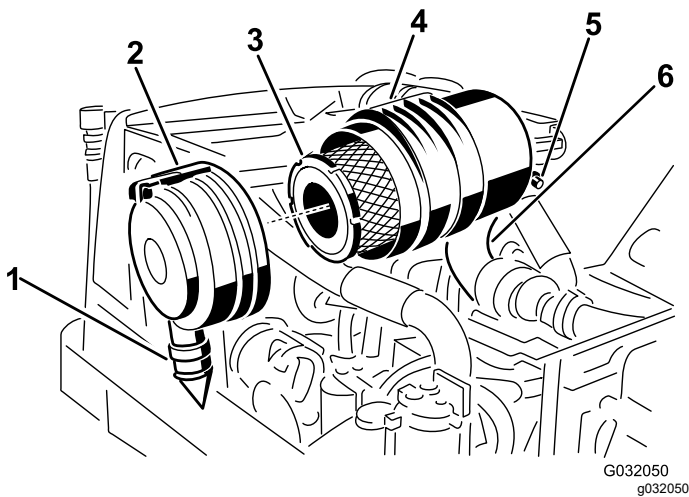

Bild 50
2. Entfernen Sie den Hauptfilter (Bild 50).
3. Wechseln Sie den Hauptfilter aus (Bild 50).
7. Setzen Sie die Abdeckung ein, richten das Gummiablassventil nach unten, ungefähr zwischen 17.00 Uhr und 19.00 Uhr (vom Ende her gesehen), und arretieren Sie den Riegel. Bild 50